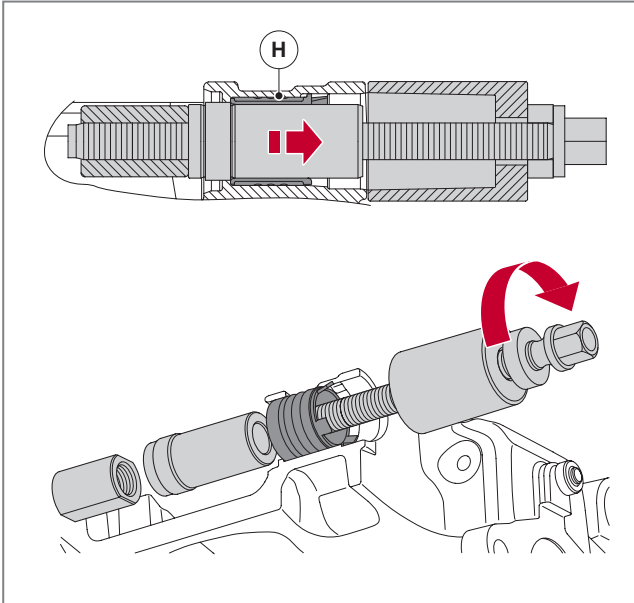

Abb. 63 - Verbundwerkstoffbuchse entfernen
10. Die Verbundwerkstoffbuchse (H) auf dem Loslager sollte manuell entfernt werden.
11. Ist dies nicht möglich, montieren Sie nacheinander die SAF-Spezialwerkzeuge Art-Nr. 4 434 3884 00, Art-Nr. 4 434 3837, Art-Nr. 4 434 3848 00, Art-Nr. 4 434 3841 00; Art-Nr. 4 434 3890 00 und Art-Nr. 4 434 3889, siehe ► Abb. 63.